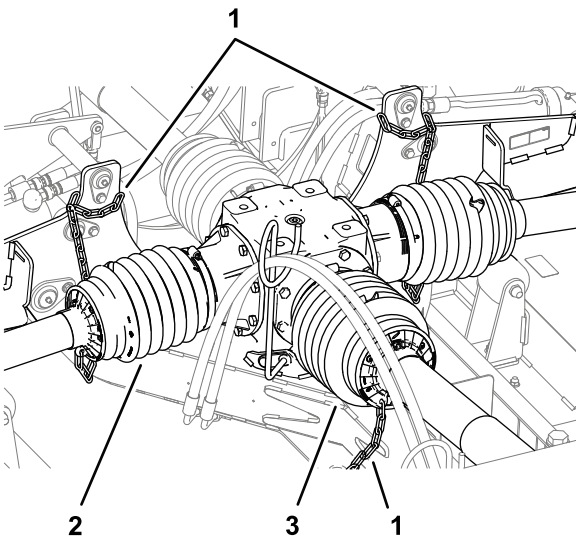
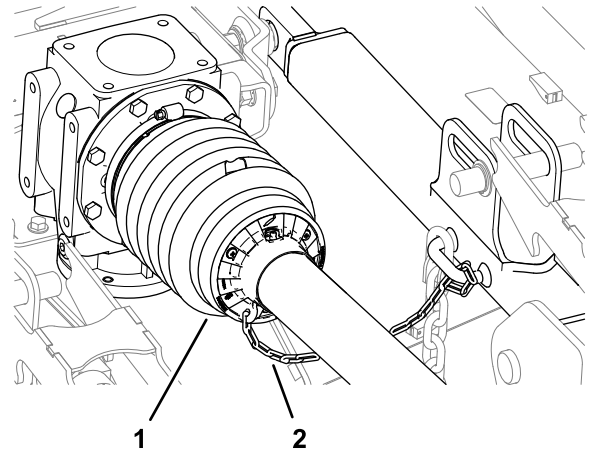

Bild 14
Bild 15
6. Prüfen Sie, ob die Rückhalteketten mit der hinteren Schutzabdeckung der Zapfwelle, der Schutzabdeckung der Antriebswelle und dem Rahmen des Mähers (**Bild 14** und **Bild 15**) verbunden ist.